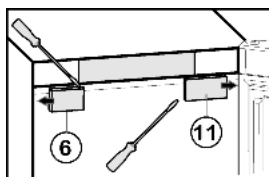

Fig. 5
- Снятие крышки со стороны ручки Fig. 5 (6): справа выведите из фиксатора при помощи плоской отвёртки и сдвиньте наружу.
- Снятие крышки со стороны шарнира Fig. 5 (11): слева выведите из фиксатора при помощи плоской отвёртки и сдвиньте наружу.
- Установите крышку Fig. 5 (6) снаружи со стороны шарнира с поворотом на 180° и защелкните ее.
- Установите крышку Fig. 5 (11) снаружи со стороны шарнира с поворотом на 180° и защелкните ее.